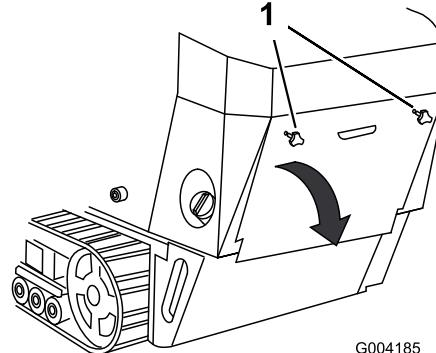

Bild 25
1. Schrauben Sie die zwei Handräder ab, mit denen die hintere Abdeckplatte an der Maschine befestigt ist (Bild 25).
| 2. Klappen Sie die hintere Abdeckplatte nach unten und nehmen sie ab, um die internen Teile zugänglich zu machen (Bild 25). | g004185 |